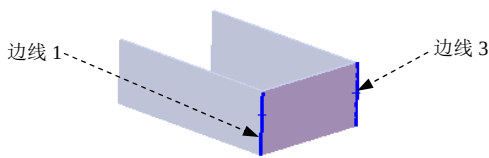

图 7.5.15 定义切口边线
Step3. 定义切口边线。选取图 7.5.15 所示的边线，在 **切口参数(R)** 区域的  (缝隙距离) 文本框中输入数值 0.5。